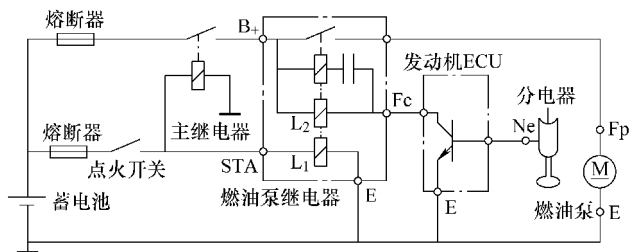

图 5-12 D 型燃油泵控制电路
1) D 型燃油喷射系统燃油泵控制电路如图 5-12 所示。